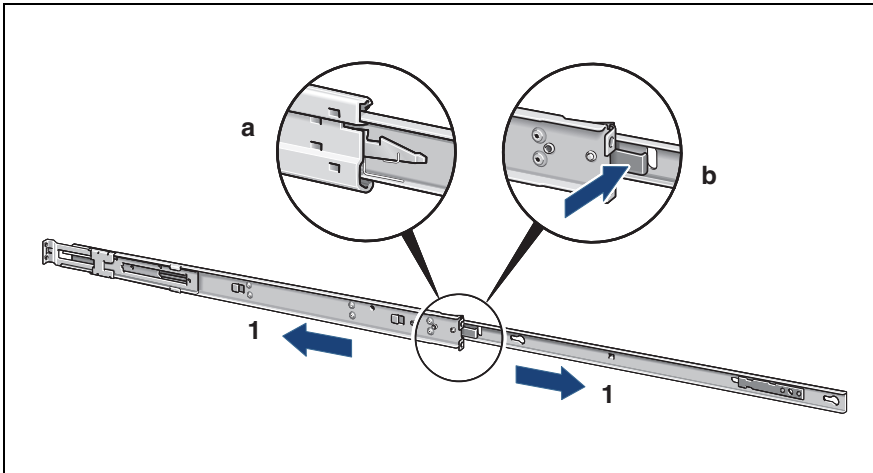

Рисунок 8. Снятие внешнего телескопического рельса
- ▶ Снимите внешний телескопический рельс, как показано на рис. 8 на стр. 40.